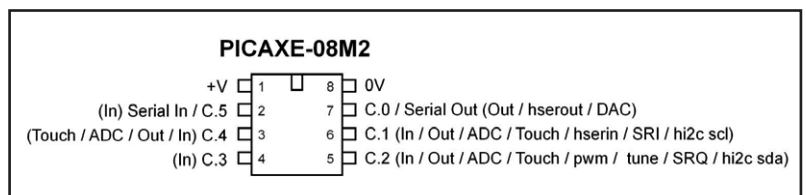

Figure 3.
Nous avons choisi la broche 3 (C.4) (**fig. 3**). Le site *Revolution Education* propose des kits de démarrage qui comprennent des cartes pré-assemblées, mais il est plus intéressant de monter soi-même le circuit sur une plaque d'expérimentation. Les broches dont nous avons besoin sont : +V (1), 0 V (8), entrée série (2, *serial in*), sortie série (7, *serial out*), et la broche de sortie (3) que nous relierons à la LED.